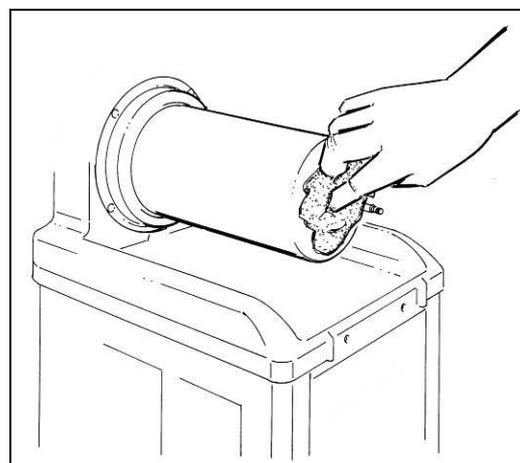

Fig. 10
- **L**avare accuratamente l'evaporatore ed il piano raccogli condensa, rimuovendo ogni residuo di prodotto con una spugna pulita imbevuta di sanitizzante (vedi fig.10).